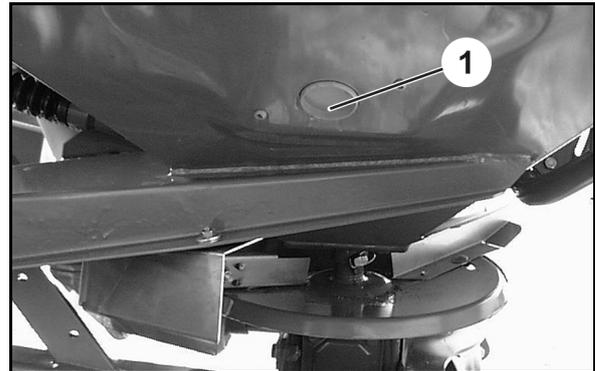

Fig. 41
1. Rimuovere il tappo di plastica (Fig. 41/1)